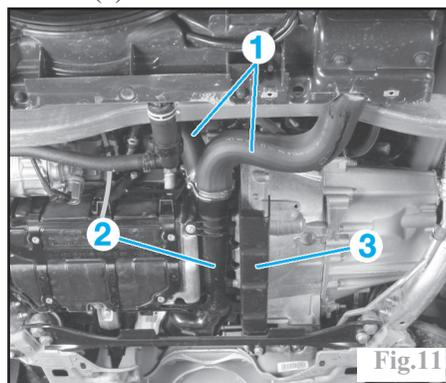

Fig.11
- les 2 durits (1) (Fig.11).
- le conduit (2).
- la tôle (3).